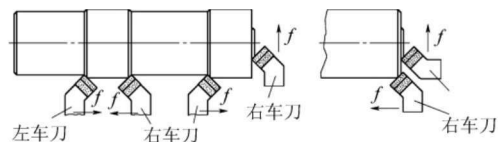

图 1-2-3 45° 车刀的应用
- (1) 45° 车刀 (又称弯头车刀, 见图 1-2-3)